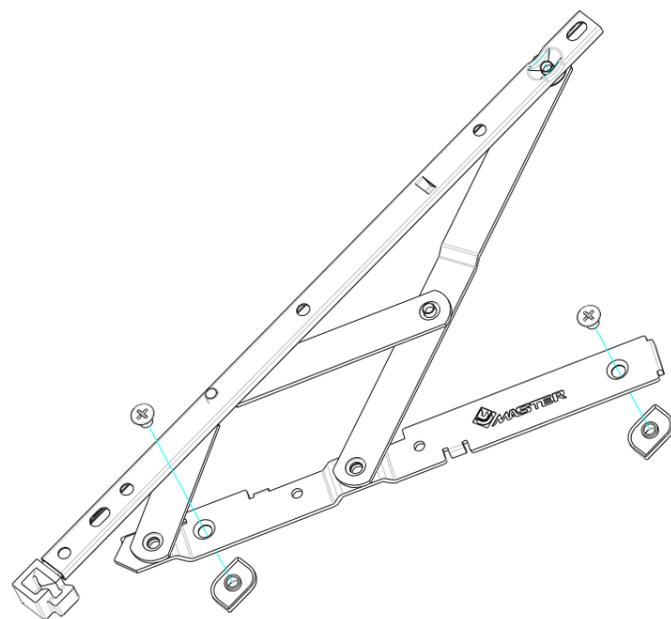

Fig. 1
- Assemblare le camme in dotazione (2 per compasso), avvitando per c.ca ¼ di giro (fig. 1)